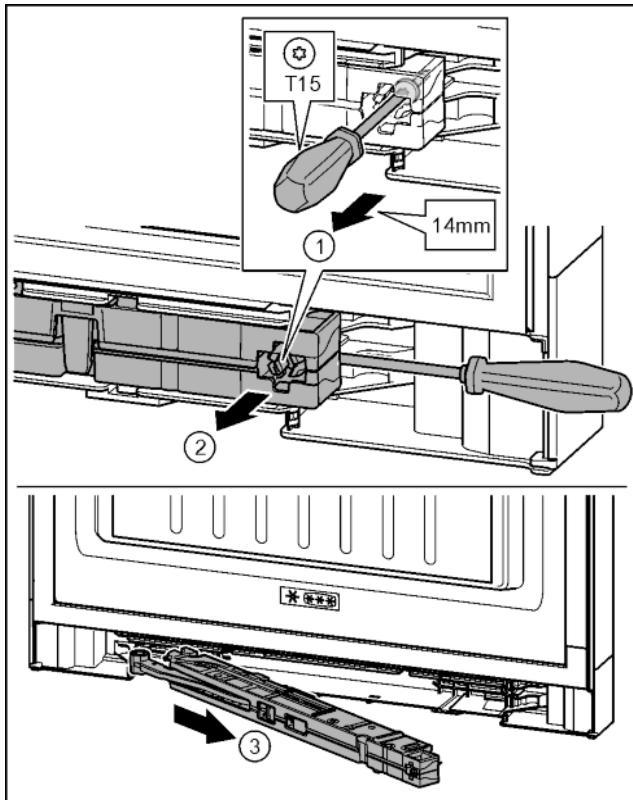

Fig. 17
- ▶ Ослабить винт на узле амортизатора с помощью отвертки T15 примерно на 14 мм. *Fig. 17 (1)*
- ▶ Переместить отвертку со стороны ручки за узел амортизатора. Повернуть узел вперед. *Fig. 17 (2)*
- ▶ Вытащить узел амортизатора. *Fig. 17 (3)*